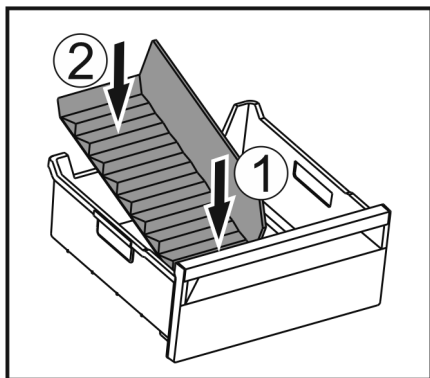

Fig. 177
- Introduceți partea frontală a separatorului pentru compartimentul de gheață. Fig. 177 (1)
- Coborâți partea posterioară a separatorului pentru compartimentul de gheață până la baza sertarului. Fig. 177 (2)